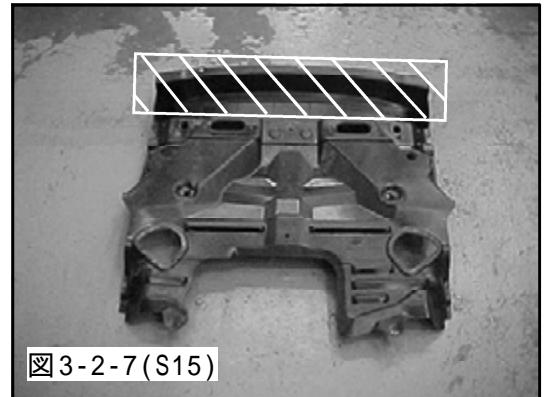

図3-2-7(S15)
- (4)アンダカバーのリベットを取り外し、図の斜線部を取外してください。(図3-2-7)